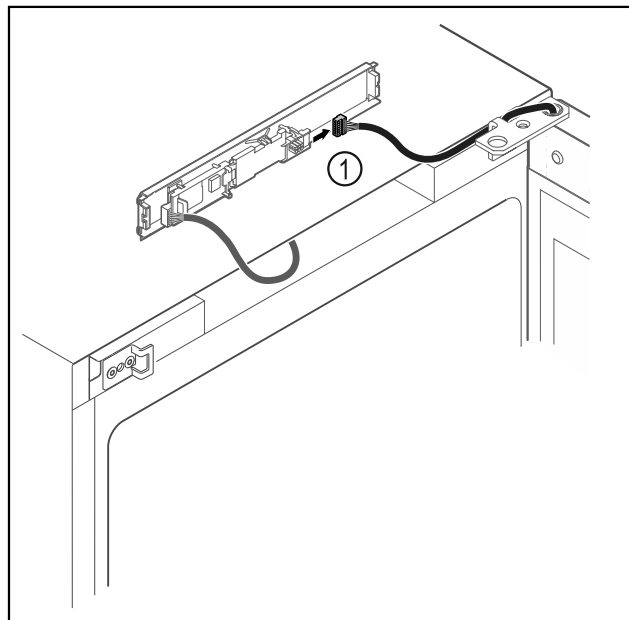

Fig. 12
► Stekker Fig. 12 (1) van printplaat loskoppelen.